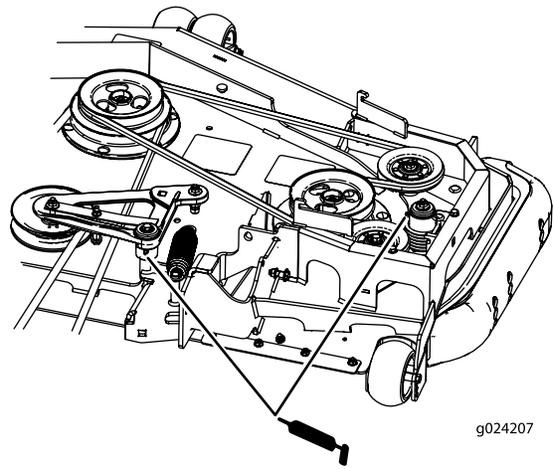

Рисунок 56
7. Смажьте консистентной смазкой рычаги натяжного ролика ремня деки (только на машинах с задним выбросом), как показано на Рисунок 56.